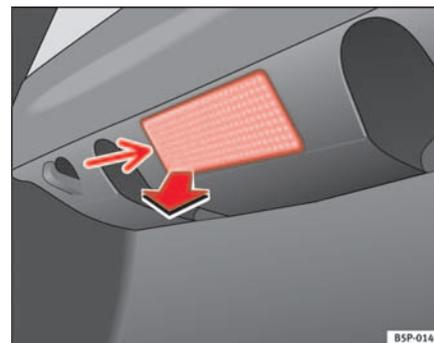

Fig. 187 Feu du coffre à bagages
- Retirez la tulipe en faisant pression sur le rebord de la partie intérieure de celle-ci - flèche - à l'aide d'un tournevis plat. ⇒ fig. 187 ►